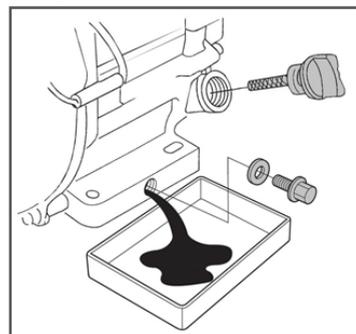

Рис. 12 Замена моторного масла
2. Очистите от загрязнений зону вокруг маслозаливной горловины. Извлеките щуп из маслозаливной горловины и протрите его чистой ветошью (Рис. 12).
3. Выкрутите болт отверстия для слива масла и слейте отработанное масло в подготовленную для этого емкость (Рис.12).